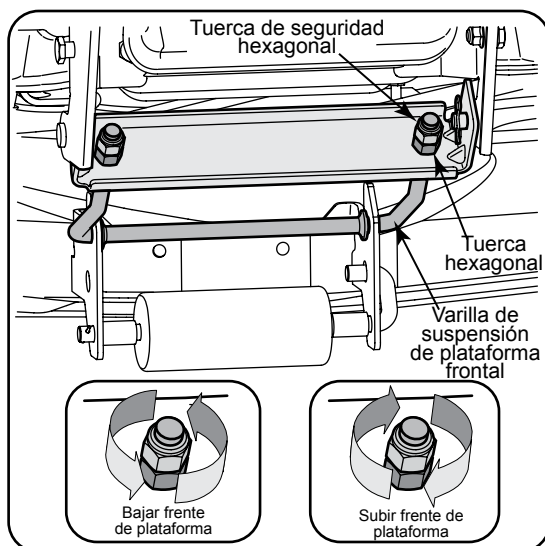

Figura 11
- el tornillo hexagonal de la ménsula de suspensión izquierda de la plataforma. Vea la Figura 11.
4. Para nivelar la plataforma gire el mecanismo de ajuste, ubicado inmediatamente detrás del tornillo hexagonal, en sentido de las agujas del reloj (hacia atrás) para elevar el lado izquierdo de la plataforma. Gire el mecanismos en sentido contrario a las agujas del reloj (hacia adelante) para bajar el lado izquierdo de la plataforma. Vea la Figura 11.
3. Desde el frente del tractor, afloje las dos tuercas de seguridad hexagonales de la parte delantera de la varilla de suspensión frontal de la plataforma. Rosque las tuercas de seguridad alejándolas de las tuercas hexagonales que están detrás. Vea la Figura 11.
4. Con ayuda de una llave, gire las tuercas hexagonales internas en sentido de las agujas del reloj para levantar el frente de la plataforma, o en sentido contrario a las agujas del reloj para bajar el frente de la plataforma. Ajuste las tuercas de forma pareja para que la varilla de suspensión de la plataforma se encuentre delante de ambas ranuras en la ménsula de suspensión del frente de la plataforma. Vea la Figura 11.